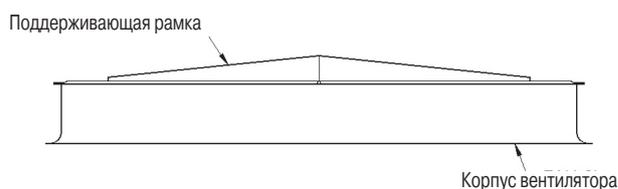

Рис. 18. Монтаж поддерживающей рамки
1. Установите поддерживающую рамку поперек воздуховыпускного отверстия (см. рис. 18).